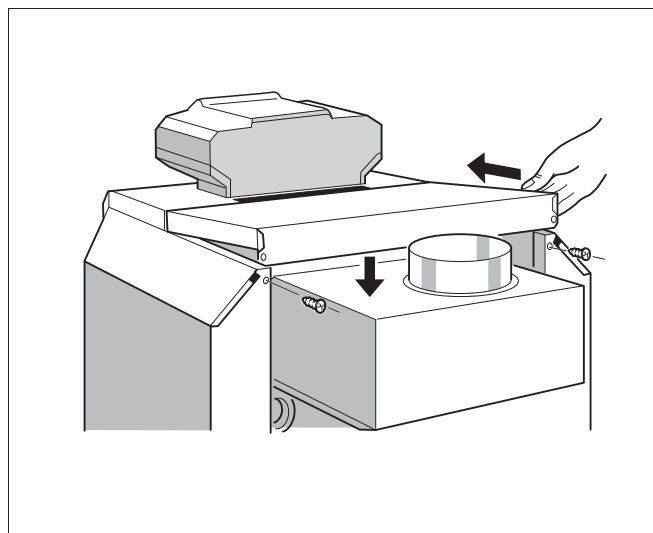

Рис. 19 Установка задней крышки котла
- Задвинуть заднюю крышку котла с язычками под переднюю крышку и нажать на нее сзади (рис. 19).